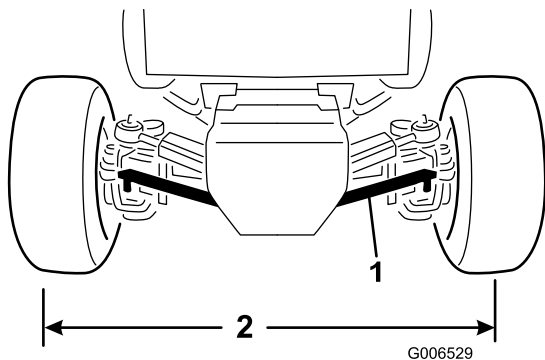

Figura 59
2. Togliete i dadi che fissano un giunto sferico del tirante alla staffa di montaggio del ponte, e scollegate il giunto dal ponte (Figura 59).
4. Ruotate il giunto sferico del tirante verso l'interno o verso l'esterno finché la distanza da centro a centro sulla parte anteriore e posteriore delle ruote posteriori non è identica (Figura 59).